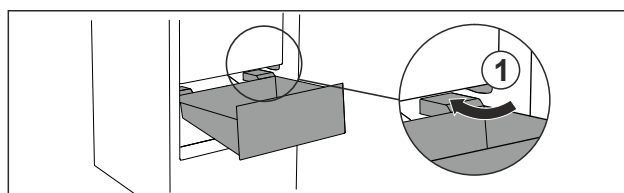

Fig. 81
- ▶ Før skuffen skråt omkring stoppene Fig. 81 (1).